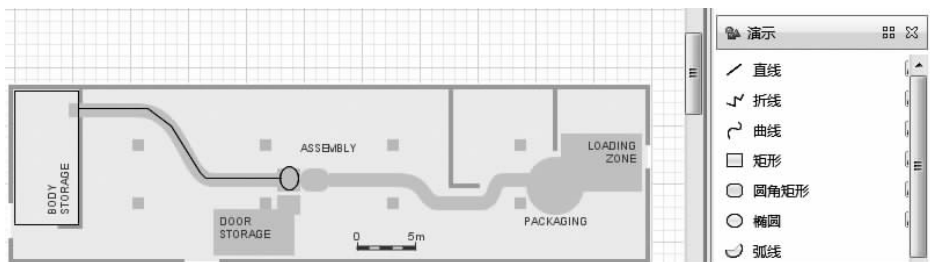

图 3-36 背景布局图片中椭圆的绘制
(1) 绘制组装机器人区域来这里放置洗衣机的机身。在“演示”面板双击“椭圆”项，并绘制一个圆环，如图 3-36 所示。